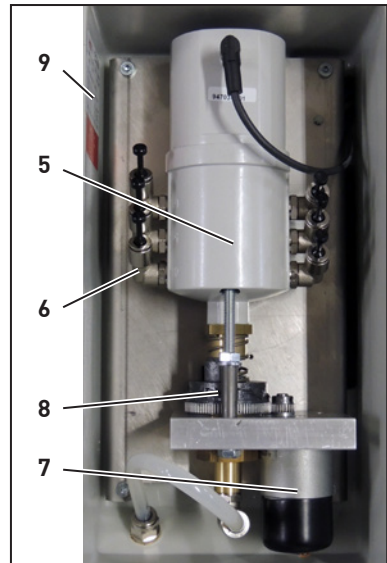

Abb. 3-2 Pumpen- und Verteilereinheit
- Die Schlauchenden in die Schmieranschlüsse (6, Abb. 3-2) einstecken und auf dichten, sicheren Sitz überprüfen.